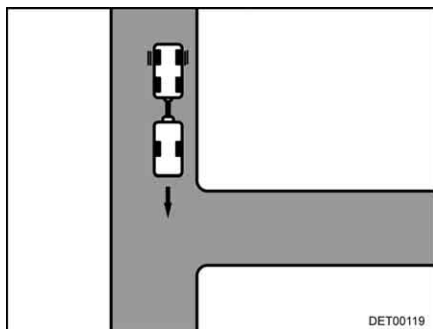

Fig. 18 Svoltata all'incrocio
- Avvicinarsi all'incrocio, fino a che la coda del caravan si trovi all'altezza di questo (Fig. 18).